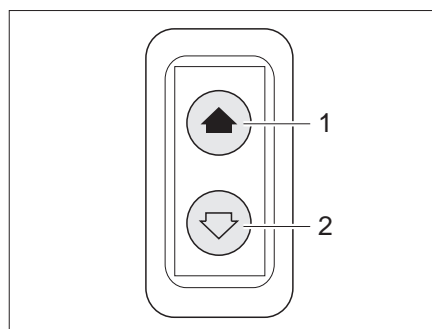

Fig. 23 Interruttore per alzacristalli elettrico
Il veicolo è dotato di un alzacristalli elettrico (Fig. 23) posto sul lato del conducente.
- Apertura: ■ Premere l'interruttore in basso (Fig. 23,2).
- Chiusura: ■ Premere l'interruttore in alto (Fig. 23,1).